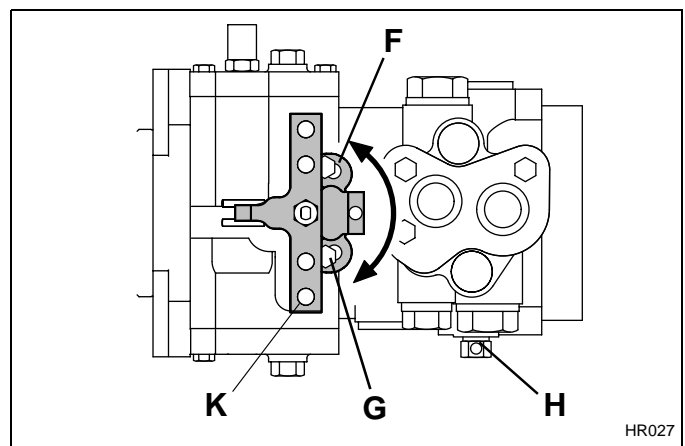

Abb. 3H
1. Sicherstellen, daß der Rückführarm (**K-Abb. 3H**) an der Pumpe auf neutral eingestellt ist, Abschnitt 3.7.